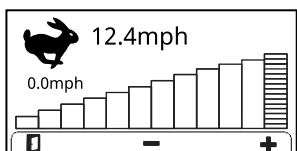

Figura 28
- **Ecran de reglare a vitezei de traciune (Figura 28):** apăsați butonul pentru a accesa acest ecran și pentru a ajusta viteza maximă în timp ce unitatea de tăiere este în poziția de OPERARE (indicată prin intermediul pictogramei) sau în timp ce unitatea de tăiere este în poziția de TRANSPORT (indicată prin intermediul pictogramei).